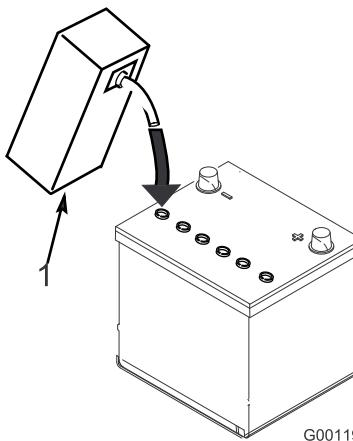

Figura 4
4. Espere aproximadamente 20–30 minutos para que el electrolito penetre en las placas. Rellene según sea necesario para que el electrolito llegue a una distancia de aproximadamente 6 mm del fondo del hueco de llenado (Figura 4).
3. Llene cuidadosamente cada celda con electrolito hasta que las placas estén cubiertas de aproximadamente 6 mm de fluido (Figura 4).